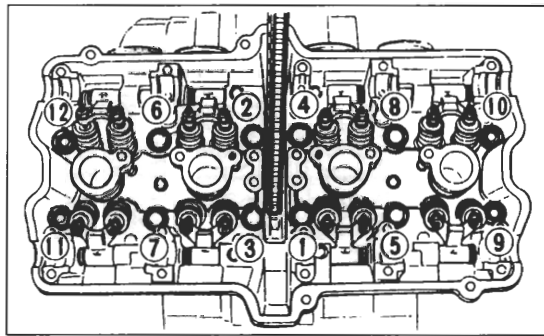

Bild 164
- Zylinderkopfmuttern entgegen der in Bild 164 angegebenen Reihenfolge schrittweise jeweils um ¼ Umdrehung lockern, dann ganz ausdrehen.